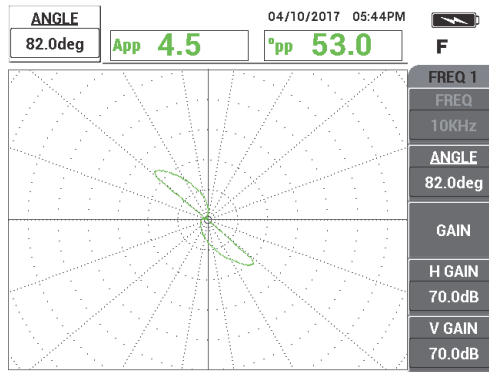

Figura 5-160 Ajuste do sinal
3. Pressione a tecla ANGLE (  ) e, em seguida, gire o sinal da frequência 1 (verde) até o sinal da abertura chegar a 40° (aproximadamente) [veja Figura 5-160 na página 245].